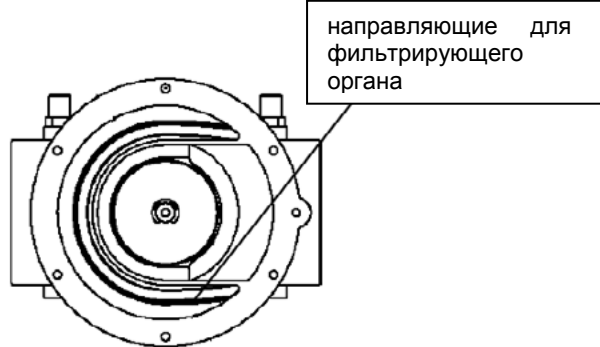

Рис. 12
Чтобы проверить состояние фильтрующего органа (1) на резьбовых корпусах (см Рис. 12):
- снять нижнюю крышку, открутив крепежные винты (2);
- отсоединить фильтрующий орган (1), почистить его с водой и мылом, продуть его сжатым воздухом и заменить, если необходимо;